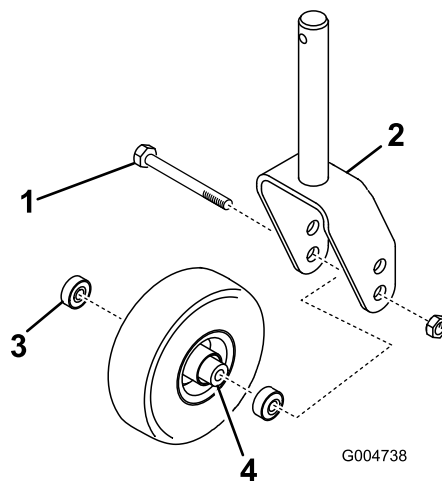

Рисунок 23
2. Удалите контргайку с болта, удерживающего узел поворотного колеса между вилкой поворотного колеса (Рисунок 23). Захватите поворотное колесо и выньте болт из вилки или поворотного рычага.
3. Извлеките подшипник из ступицы колеса и дайте выпасть проставке подшипников (Рисунок 23). Снимите подшипник с противоположной стороны ступицы колеса.